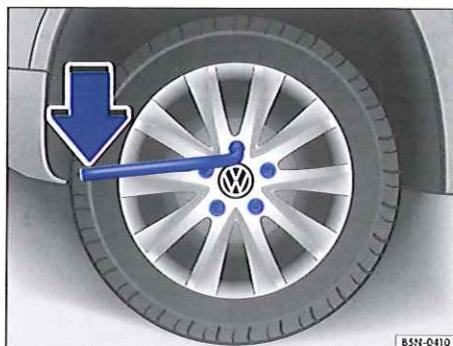

Fig. 223 Changement d'une roue : desserrage des boulons de roue.
- Placez la clé démonte-roue jusqu'en butée sur le boulon de roue ⇒ fig. 223.